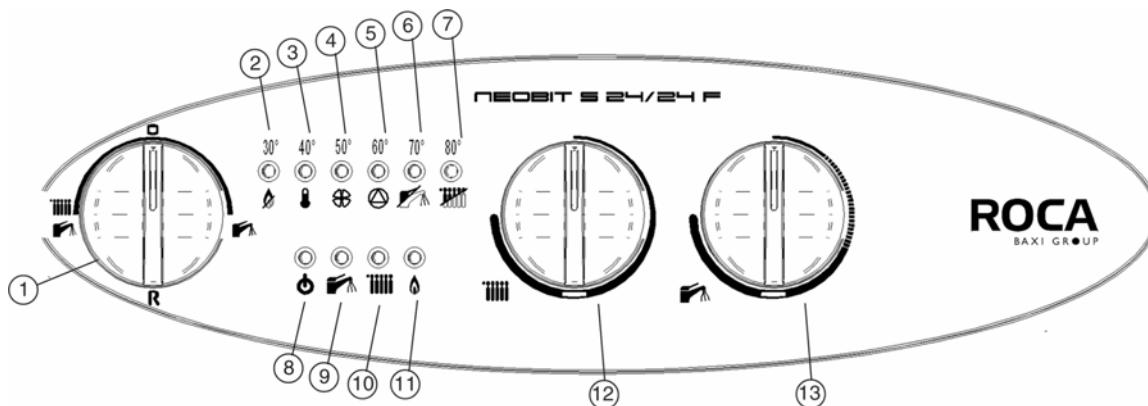

Рис.1
- 3) поставить переключатель режимов «лето-зима» (рис. 1, позиция 1) в нужный режим: ☀ - лето, ⛄ - зима;
- 4) установить регуляторы температуры воды контура отопления (рис. 1, позиция 12) и контура ГВС (рис. 1, позиция 13) на выбранные значения.
Для регулировки температуры в комнате, можно использовать комнатный термостат. Если комнатный термостат не установлен, температуру в комнате можно регулировать ручкой регулирования температуры воды в системе отопления (позиция 12, рис.1). Чтобы увеличить температуру, поверните ручку по часовой стрелке, а чтобы уменьшить – против часовой стрелки. Электронная модуляция обеспечивает нагрев воды до установленной температуры, изменяя подачу газа к горелке в зависимости от реальной потребности в теплообмене.
Газовый клапан снабжен устройством электронной модуляции пламени, которое срабатывает по сигналу регулятора температуры воды в контуре ГВС (рис. 1, поз. 13).